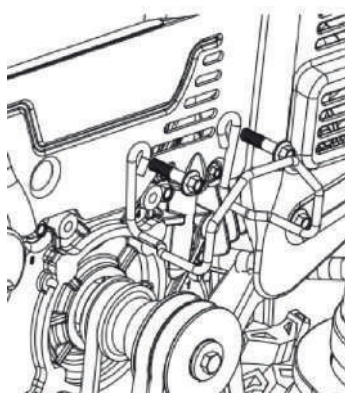

Рис. 26
3. Ослабьте и снимите плечевой винт, который служит фиксатором ремня. См. рисунок 26.